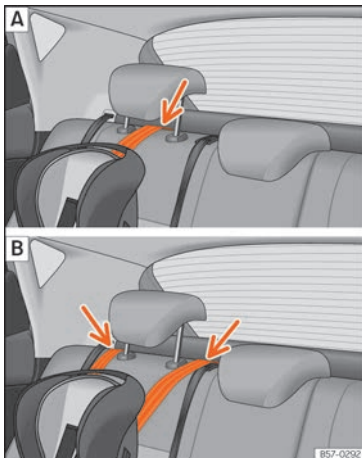

Abb. 26 Rücksitze: Einstellung und Einbau je nach Top Tether-Gurt.
- Führen die den Gurt unter der Kopfstütze des Rücksitzes durch »» **Abb. 26** (in Abhängigkeit der Gebrauchsanweisungen des Kindersitzes ggf. Kopfstütze anheben oder entfernen).